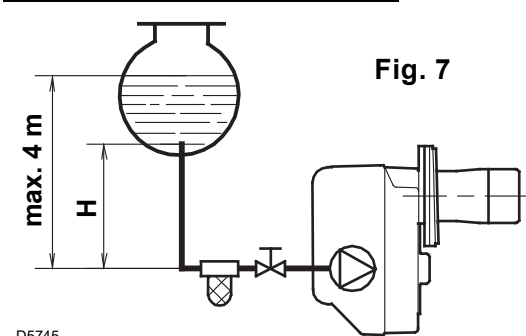
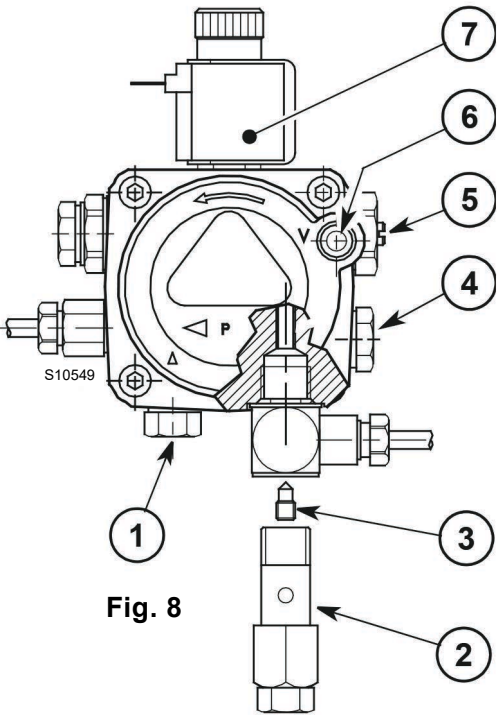

Fig. 7
Fig. 8
- La bomba está preparada para funcionar con un sistema de dos tubos. Para el funcionamiento con un sistema de un tubo es preciso el perno (2), quitar el tornillo de by-pass (3), y luego enroscar otra vez el perno (2) (véase Fig. 8).
En la instalación de la Fig. 7 es suficiente aflojar la conexión del vacuómetro (6, Fig. 8) y esperar que salga el combustible.
El manómetro para controlar la presión se monta en el lugar del tapón (4, Fig. 8, pág. 4).